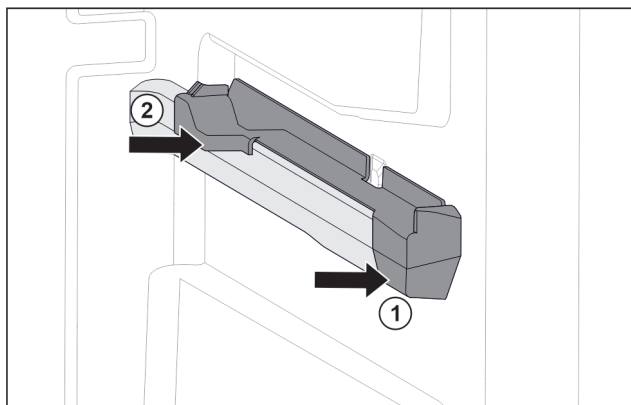

Fig. 151 Felhúzható elem a jobb oldali tartóbordán
- ▶ A felhúzható elemet előre tegye fel a tartóbordára. Fig. 151 (1)
- ▶ Hátról nyomja meg a felhúzható elemet. Fig. 151 (2)